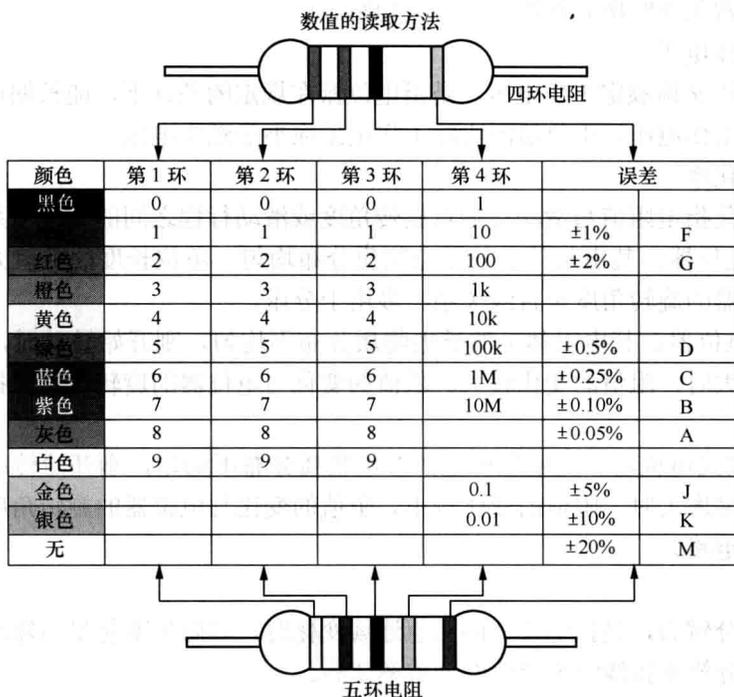

图 1.5 色标法
③ 色标法 (又称色环表示法)。色标法是用不同颜色的色环来表示电阻器的阻值及误差等级的方法。普通电阻一般用 4 环表示, 精密电阻用 5 环表示。色标法的电阻值一律以欧姆 ( $\Omega$ ) 为单位, 颜色与数值的对应关系如图 1.5 所示。